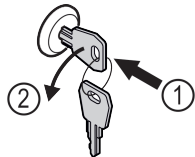

Fig. 124
- ▶ Zatlačte kľúč. Fig. 124 (1)
- ▶ Otočte kľúč o 90° v protismere hodinových ručičiek. Fig. 124 (2)